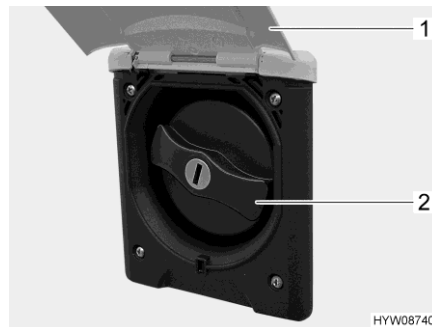

Bild 193 Lock (påfyllningsöppningen för dricksvatten)
- Fäll upp den utvändiga luckan (Bild 193,1).
- Vrid om det blå locket (Bild 193,2) en kvarts varv.